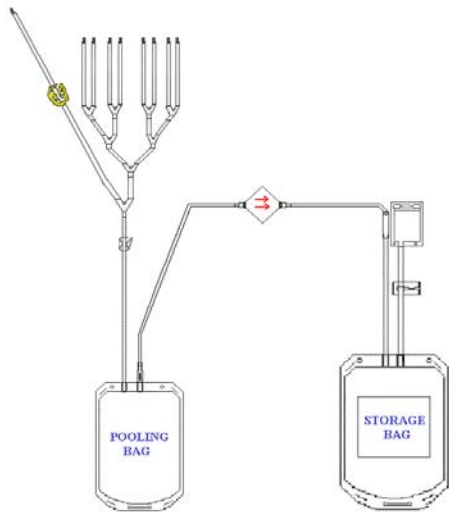

Figura-1
Um saco de pool de 700 ml com 8 tubos de ligação para a camada leucoplaquetária (BC) e um tubo de ligação adicional para diluição da Solução Aditiva de Plaquetas (PAS), um filtro em linha Sepacell™ PLX-5 para redução leucoplaquetária ligado a um saco de armazenamento de plaquetas de 1,3 litros com um saco para amostrade 100 ml (Figura 1).